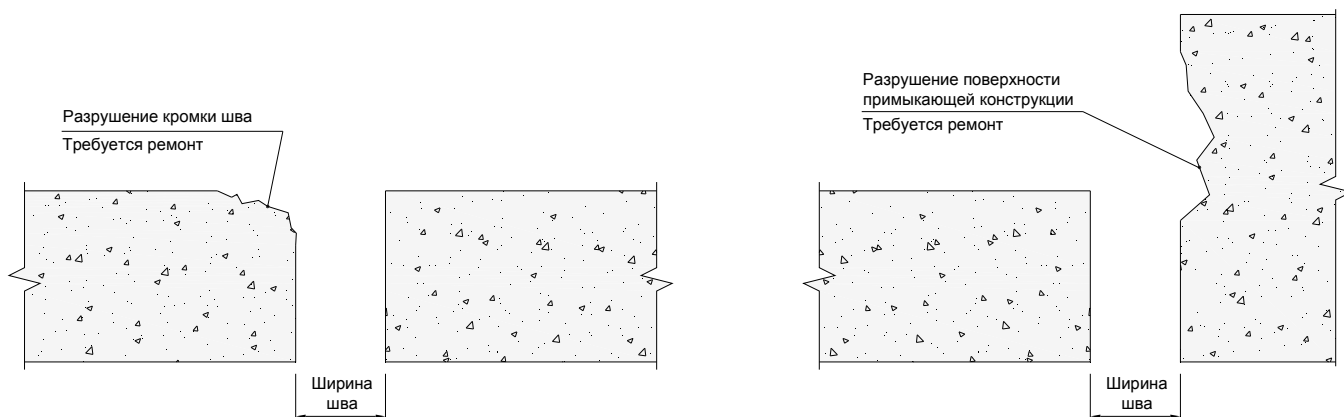

Рисунок 1 Возможные повреждения оснований.
① Перед началом работы необходимо провести обследование основания под монтаж профильной конструкции, на предмет наличия раковин, каверн, трещин и т.п. (Рисунок 1). Обнаруженные дефекты отремонтировать подходящим ремонтным материалом и дать ему набрать соответствующую прочность до начала установки алюминиевых стоек или обустройства выравнивающей стяжки.